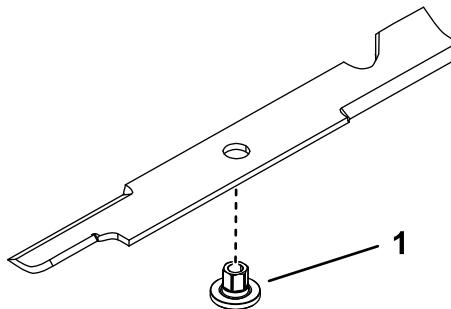

Figura 82
1. Montate la boccola attraverso la lama con la flangia della boccola sul lato inferiore (erba) della lama (Figura 82).